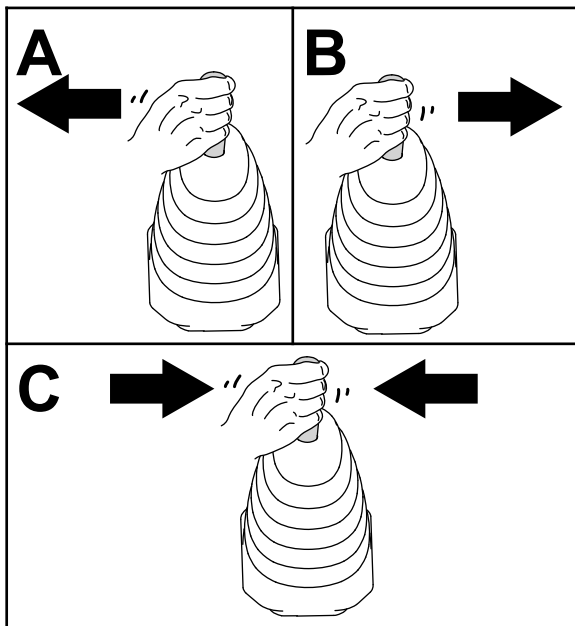

Figura 53
4. Mueva el joystick de la pala cargadora a la izquierda, luego a la derecha, y luego otra vez a la posición de PUNTO MUERTO para aliviar la presión en los acoplamientos hidráulicos (Figura 53).